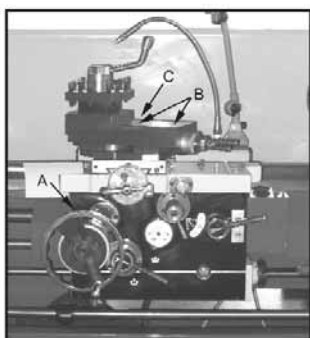

Fig. 7
5. **Slede:** Smør olje kulen (A, fig. 7) på rattskaflet hver dag med Mobil DTE® Oil Heavy Medium.
6. **Support:** Smør de fire olje kulene (B, fig. 7) på oversiden av supporten hver dag med Mobil DTE® Oil Heavy Medium.
7. **Tverrsleide:** Smør olje kulen (C, fig. 7) hver dag med Mobil DTE® Oil Heavy Medium.